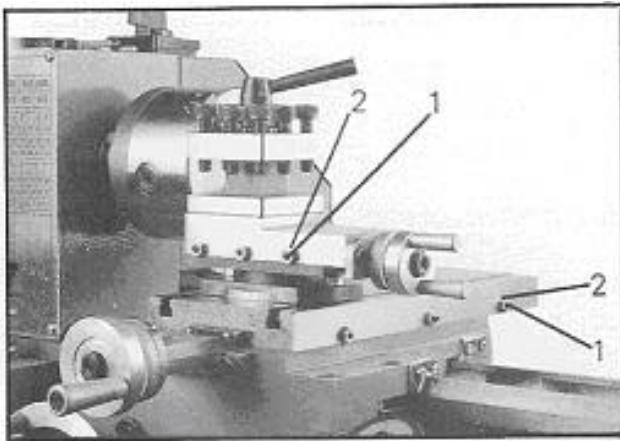

Рис.25
Оба суппорта оборудованы регулировочными планками и могут быть установлены посредством винтов (1, Рис.25) и контргаек (2) без зазора.